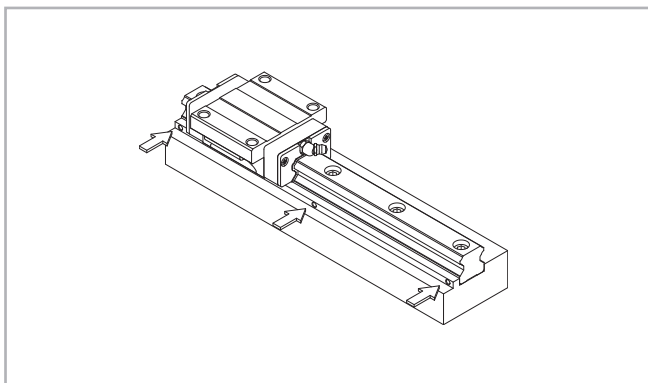

Fig. 58
(3) Stringere le viti di precarico sulla guida finché quest'ultima è a stretto contatto con la superficie di appoggio laterale (vedere fig. 58).